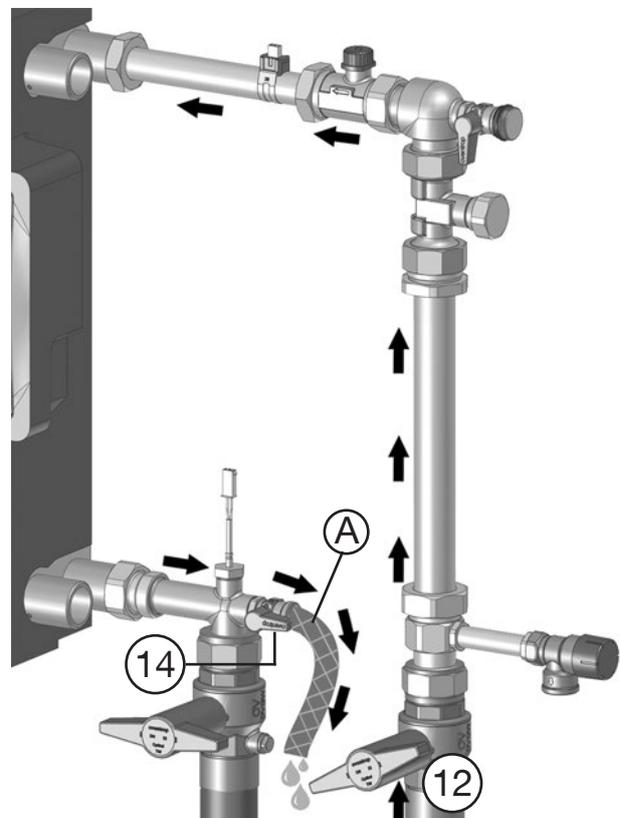

Fig. 5.4: Démarrer le rinçage à l'eau potable
11. Raccorder un **tuyau d'évacuation (A)** pour l'eau potable au **robinet de vidange et de remplissage à tournant sphérique inférieur (14)** (Fig. 5.4).
12. Ouvrir légèrement le robinet d'arrêt à tournant sphérique (12). Le rinçage à l'eau potable est démarré.
13. Fermer le robinet de vidange et de remplissage à tournant sphérique (14) après au moins **une minute**.
14. Démontez le tuyau d'évacuation (A).